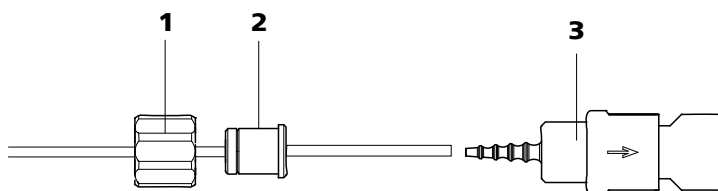

图 28 安装带过滤器的泵管接口
- **情况 A：带过滤器** 6.2744.180 （参见图 28，第 45 页）的泵管接口或